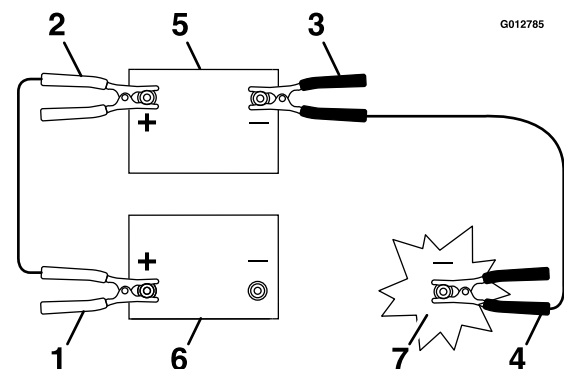

Figure 62
5. Connectez le câble positif (+) à la borne positive (+) de la batterie à plat qui est reliée au démarreur ou au solénoïde, comme montré à la Figure 62.